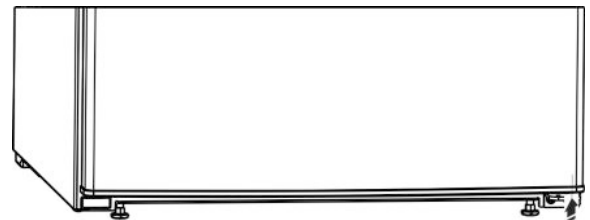

Fig. 8
- ▶ De afstandhouder Fig. 8 (13) weer rechtsonder in de deur terugplaatsen, omdat dit belangrijk is voor de stabiliteit van het apparaat.